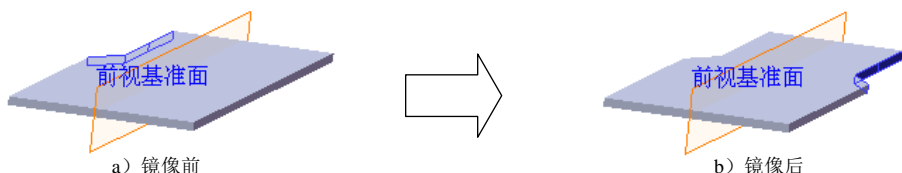

图 16.4.8 镜像 1
Step5. 创建图 16.4.8 所示的镜像 1。
(1) 选择命令。选择下拉菜单**插入(I)** → **阵列/镜向(E)** → **镜向(M)...**命令。
(2) 定义镜像基准面。选取前视基准面作为镜像基准面。
(3) 定义镜像对象。选择切除—拉伸 1 作为镜像 1 的对象。
(4) 单击对话框中的**✓**按钮, 完成镜像 1 的创建。